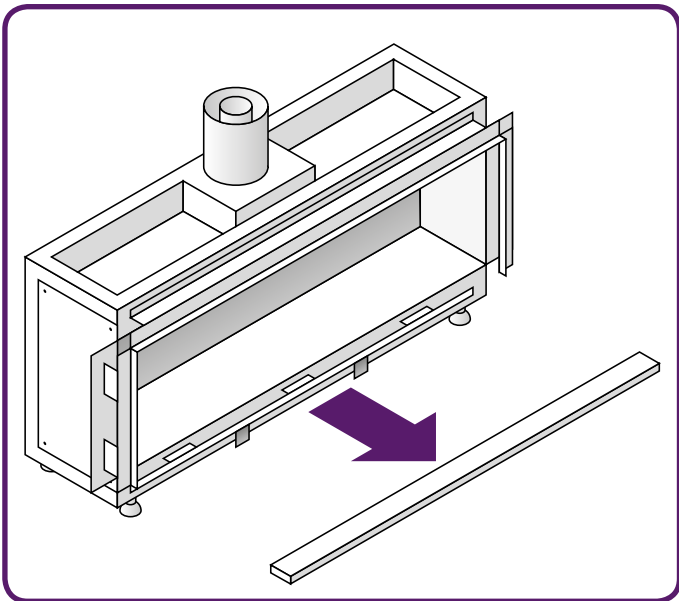

Abbildung 10.3 - Abnehmen der unteren Verkleidung
- Nehmen Sie die untere Verkleidung ab (**Abbildung 10.3**).